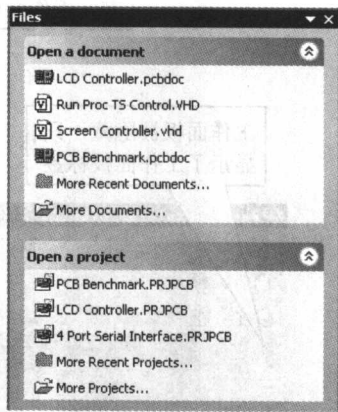

图 1-10 处于浮动显示方式的 Files 面板
- 浮动显示方式:此时工作面板以窗口形式显示,如图 1-10 所示。在这种显示方式时,用户可以通过单击工作面板右上角的  按钮关闭面板,单击工作面板标题栏并移动面板的位置。